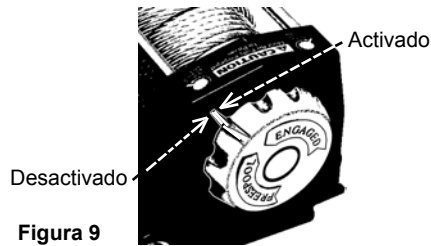

Figura 9
Gire el botón de embrague a la posición libre en la figura 9. Si hay carga aplicada en el cable de acero, la perilla del embrague quizá no gire tan fácilmente. NO FUERCE LA PERILLA DEL EMBRAGUE. Para soltar la tensión en el embrague, suelte gradualmente una longitud de cable de acero. Suelte el en el punto de anclaje o la carga. Use siempre el protector de manos suministrado para sostener el gancho al enrollar o desenrollar el cable. Cerciórese de que queden al menos cinco (5) vueltas de cable de acero en el tambor. Vuelva a activar el tambor girando la perilla del embrague a la posición "Engaged" (Activado). (Ver la figura 9).